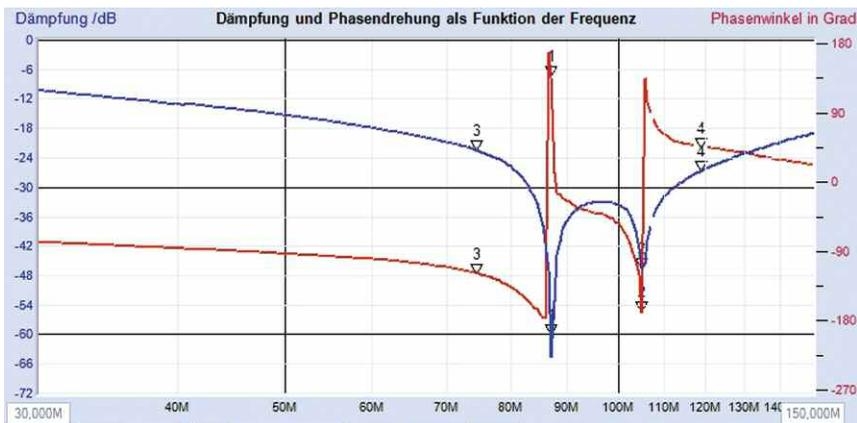

Рис. 4
получившихся LC-контуров ближе к частотам 90 МГц и 105 МГц. Измеряют АЧХ диплексера, подавая сигнал на контакт XT3 от источника 50(75) Ом, и снимают сигнал с контакта XT7 на импеданс 50(75) Ом, подключив кабель с оплёткой к общему проводу УКВ-блока. На рис. 4 показана получившаяся АЧХ (синяя кривая), где резонансы ещё слишком разнесены и между ними затухание 33 дБ, а могло бы быть 36 дБ. Для подстройки резонансов на требуемые частоты может потребоваться набор "мелких" конденсаторов ёмкостью 2...5 пФ с допуском 10 %, чтобы можно было подобрать идеальный вариант, или установить подстроечные конденсаторы (SMD) малого номинала (2...6 пФ).